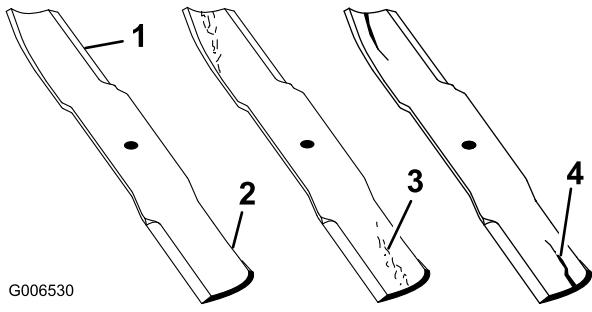

図 28
2. ブレードの切っ先を注意深く観察、特に、直線部と曲線部が交わる部分をよく観察する図 28。この、直線部と曲線部の交差域は、砂などによる磨耗が進みやすい部分なので、機械を使用するまえによく点検することが必要。磨耗が大きい場合には図 28 危険であるから交換する「ブレードの取り外し」を参照。
ブレードの磨耗を放置すると、ブレードのセール部と平坦部との間に割れ目が発生する図 28。この割れ目が拡大すると、最終的にはブレードがちぎれてハウジングの下から飛び出し、これがオペレータや周囲の人々に重大な人身事故となる。